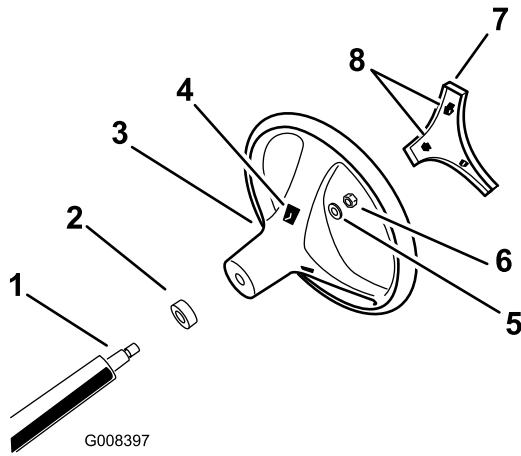

Figure 3
1. En passant par les ouvertures à l'arrière du volant, dégagiez les languettes de verrouillage du couvre-moyeu et déposez le couvre-moyeu du volant (Figure 3).
2. Retirez le contre-écrou et la rondelle de l'arbre de direction (Figure 3).
3. Alignez le volant sur les cannelures de l'arbre de direction (Figure 3).
4. Montez la rondelle et le contre-écrou sur l'arbre de direction (Figure 3).
6. Alignez les languettes de verrouillage du couvre-moyeu sur les ouvertures dans le volant et enfoncez le couvre-moyeu jusqu'à ce que les languettes s'enclenchent en place (Figure 3).